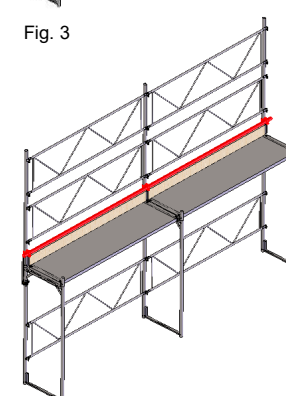

Fig. 4
7. Monter le tube 48,3 x 3,25 mm ou 48,3 x 2,30 mm (art. n° S771.600 / S771.000 / S770.100 / S770.000) avec les colliers à croix (art. n° S777.020 ou S777.120) au-dessus des plinthes à 25 cm au-dessus des plateaux (distance entre le plateau et le bord supérieur du tube). (fig. 4)